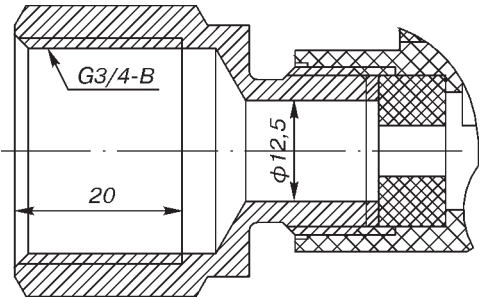

Рис.8.
* Исполнение со штуцером кабельного ввода с внутренней цилиндрической резьбой G3/4" (см.рис.8).
(рис.8)